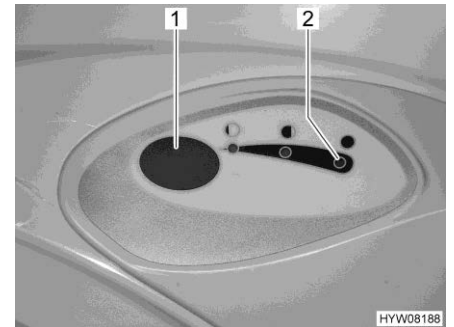

Fig. 296 Bouton pour la chasse d'eau/voyant de contrôle (toilettes Thetford)
- Pour actionner la chasse d'eau, appuyer sur le bouton bleu (Fig. 296,1).
Le voyant de contrôle (Fig. 296,2) s'allume lorsque le réservoir pour matières fécales doit être vidé.